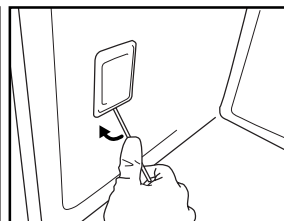

Fig.7
3. Con un destornillador, quite la tapa de la bombilla (Fig.7).